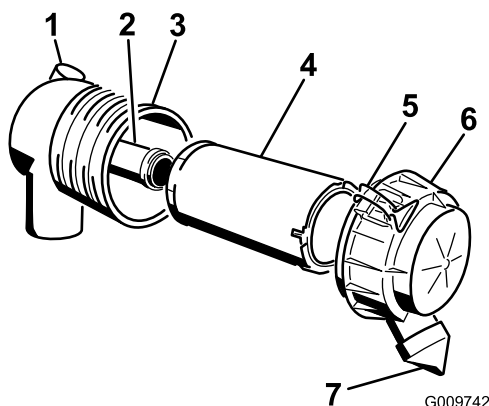

Figure 35
Important: Faites l'entretien du filtre à air uniquement quand l'indicateur de colmatage est rouge (Figure 35). Changer le filtre à air prématurément ne fait qu'accroître le risque de contamination du moteur par des impuretés quand le filtre est déposé.
4. Ouvrez les dispositifs de verrouillage du filtre à air et détachez le couvercle du boîtier du filtre (Figure 35).
1. Sortez le préfiltre du boîtier du filtre avec précaution (Figure 35). Évitez de cogner l'élément à l'intérieur du boîtier.
3. Introduisez le préfiltre dans le boîtier du filtre avec précaution (Figure 35). Assurez-vous qu'il est bien engagé en appuyant sur le rebord extérieur.
4. Reposez le couvercle du filtre à air, le côté portant l'inscription « TOP » en haut, et fermez les dispositifs de verrouillage (Figure 35).